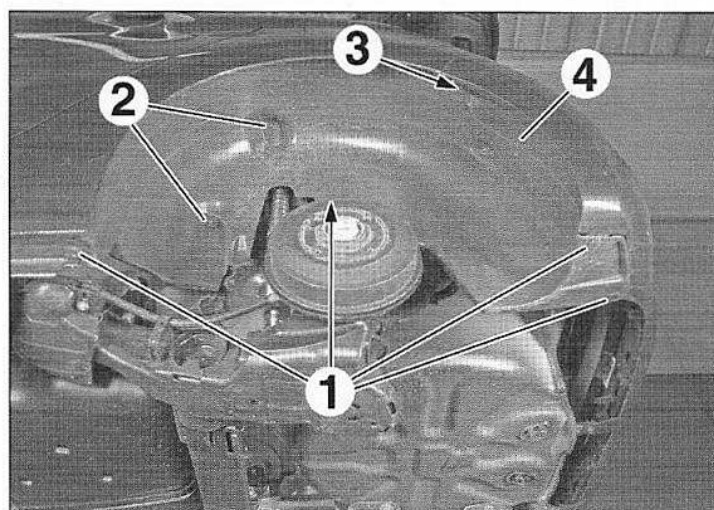

FIG.116
- les agrafes (1) (Fig.116),
- les écrous (2),
- la vis (3),
- le pare-boue (4),